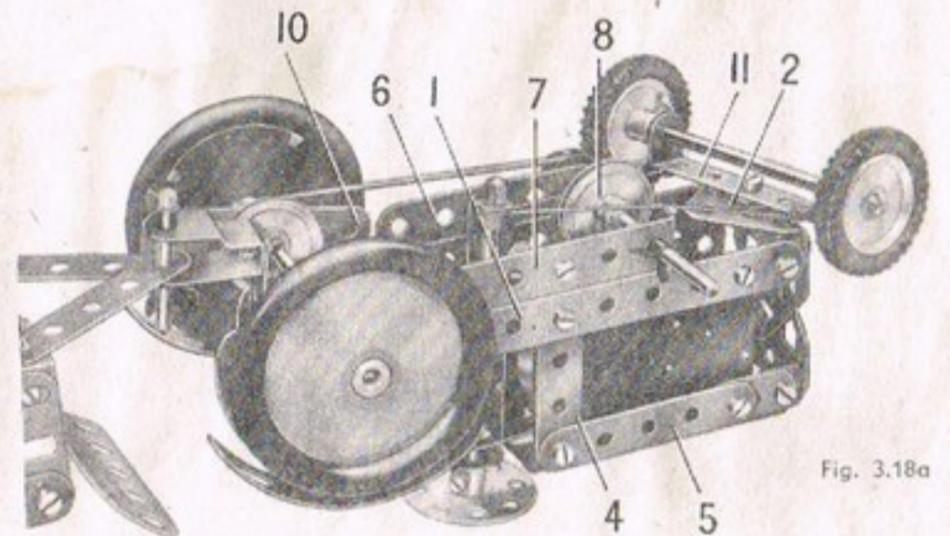

Fig. 3.18a
Chaque côté du châssis du tracteur est constitué par une bande de 11 trous (1). Ces bandes sont réunies à l'avant par une embase triangulée coudée (2) vissée sur des équerres, et à l'arrière par une bande de 5 trous (3), également fixée sur des équerres. Deux embases triangulées plates, boulonnées ensemble, sont fixées sur le rebord de l'embase triangulée coudée (2). Une bande de 5 trous (4) est fixée sur chacune des bandes (1). Les extrémités supérieures des bandes (4) sont réunies à des bandes de 5 trous (5) prolongées par des supports plats. Les bandes (5) sont reliées au radiateur par des équerres. Un moteur Magic est boulonné directement sur l'une des bandes (fig. 3.18a). Le dessus du capot est constitué par deux plaques flexibles de 6x4 cm. fixées sur des équerres boulonnées aux bandes (4). Une bande de 5 trous (6) et une bande coudée de 60x12 mm. (7) sont boulonnées aux extrémités inférieures des bandes (4) ; elles soutiennent une tringle de 9 cm. qui est munie d'une poulie de 25 mm. (8) reliée par une courroie de transmission à la poulie du moteur ; la tringle porte également une poulie de 12 mm. (9) qui entraîne une poulie de 25 mm. montée sur l'essieu arrière. La poulie de 12 mm. est fournie avec le moteur Magic. L'essieu arrière est une tringle de 10 cm. qui passe dans des plaques semi-circulaires (10) fixées aux derniers trous de la bande (3) par des équerres renversées.